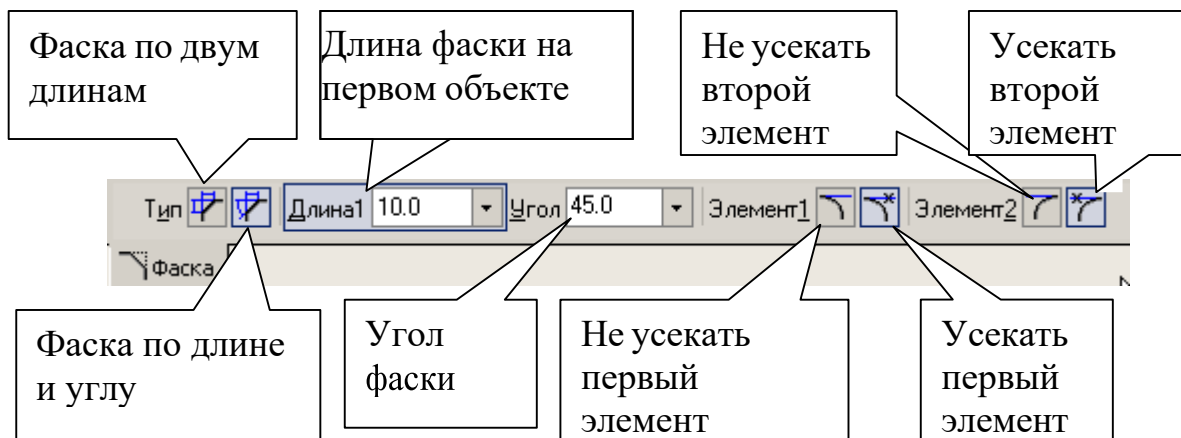

Рис. 6
• Для выполнения фасок с катетом 6 мм и углом наклона 45° активизируйте на панели **Геометрия** команду **Фаска** . Строка параметров для этой команды показана на рис. 6. Должна быть активна кнопка **Фаска по длине и углу**.